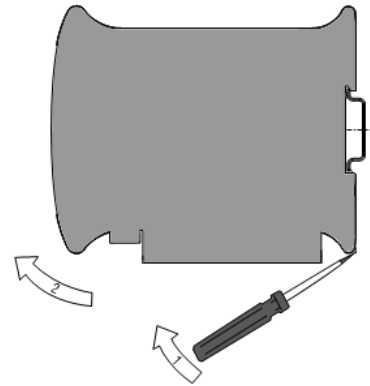

Abb. 5 MSD200 von DIN-Schiene abnehmen
2. Ziehen Sie die Lasche auf der Unterseite des Geräts mit einem Schraubenzieher nach unten (Abb. 5).